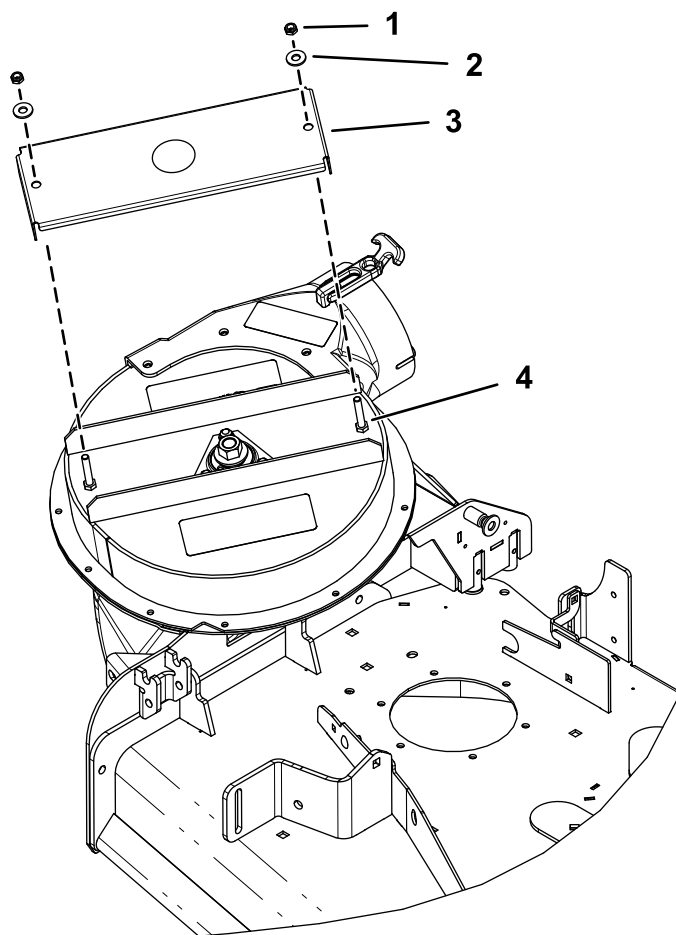

Figura 5
1. Retire as duas porcas e duas anilhas que prendem a cobertura do eixo de equipamento original ao conjunto do soprador (Figura 5).
2. Retire e deite fora a cobertura do eixo de equipamento original (Figura 5).